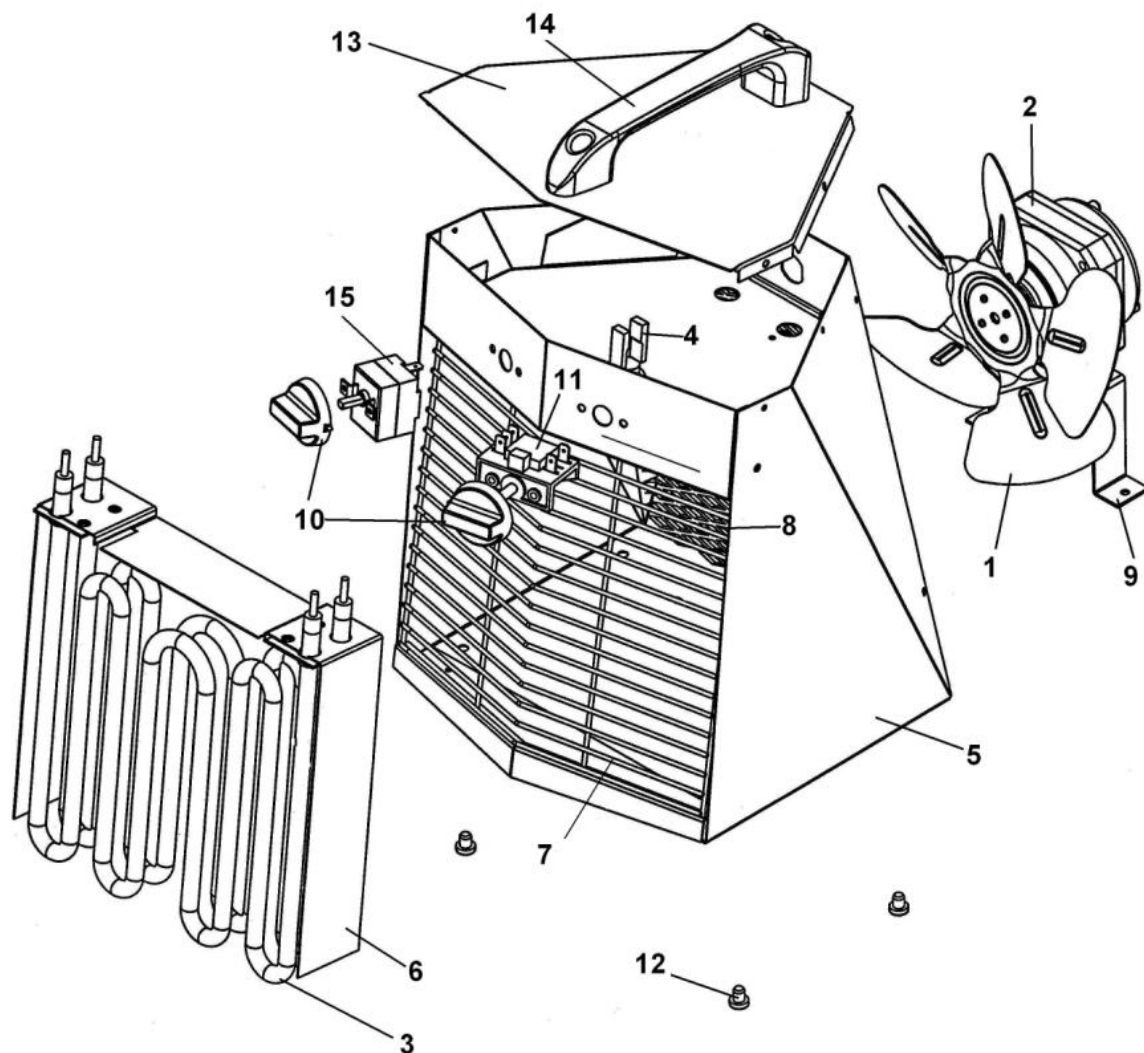

Рис.1
Соответствие положений ручки переключателя режимов работы (10) (рис. 1) :
Переключатель 11 (рис. 1) имеет четыре положения предназначен для установления режимов работы.
Термостат 4 (рис. 1) отключает ТЭНы в случае аварийного (ненормального) режима работы (перекрыто входное или выходное отверстие, перегрев вследствие остановки электродвигателя).
Терморегулятор (капиллярный термостат) 15 (рис. 1) в тепловентиляторе ТТ-3ТК предназначен для автоматического поддержания температуры в помещении на заданном уровне. При достижении заданной температуры терморегулятор отключает нагревательные элементы, оставляя включенным вентилятор. При понижении температуры всасываемого воздуха на $3 - 5^{\circ}\text{C}$ вновь включает нагрев.
Установить переключатель режимов работы (11) рис. 1 тепловентилятора положение «О» (отключено).
Переключатель режимов (11) рис.1 установить в выбранный режим. Установка режима автоматического поддержания температуры для тепловентилятора ТТ-ЗТК выставляется следующим образом:
Ручку терморегулятора (10) рис. 1 повернуть против часовой стрелки до упора;
Переключатель режимов работы (11) рис. 1 установить в положение нагрева. В этом случае тепловентилятор работает в режиме вентилятора. Плавно поворачивать ручку терморегулятора (10) рис. 1 по часовой стрелке до щелчка включения терморегулятора, который произойдет при совпадении уставки терморегулятора с температурой окружающего воздуха. Повернуть ручку терморегулятора (10) рис. 1 по часовой стрелке еще на некоторый угол. Терморегулятор не имеет отградуированной шкалы по температуре и установка ручки на желаемую температуру в помещении уточняется (определяется) потребителем в процессе эксплуатации.
установить переключатель режимов работы (11) рис. 1 в режим вентилятора «1». В этом режиме крыльчатка будет вращаться, а ТЭНы будут отключены.
Установить переключатель режимов (11) рис. 1 в положение «О» - отключено. В случае длительного перерыва в работе тепловентилятора вынуть вилку шнура питания из розетки.
Термостат 4 (рис.1) при ненормальном режиме работы тепловентилятора срабатывает и отключает ТЭНы.
охладить тепловентилятор до температуры окружающего воздуха; переключатель режимов работы (11) рис. 1 установить в положение «О» (отключено); выяснить и устранить причину, вызвавшую срабатывание термовыключателя; переключатель режимов (11) рис. 1 установить в положение «1» (вентилятор) и по наличию воздушного потока убедиться во вращении крыльчатки. После этого можно включить нагрев.
| № на рис.1 | Наименование | Код |